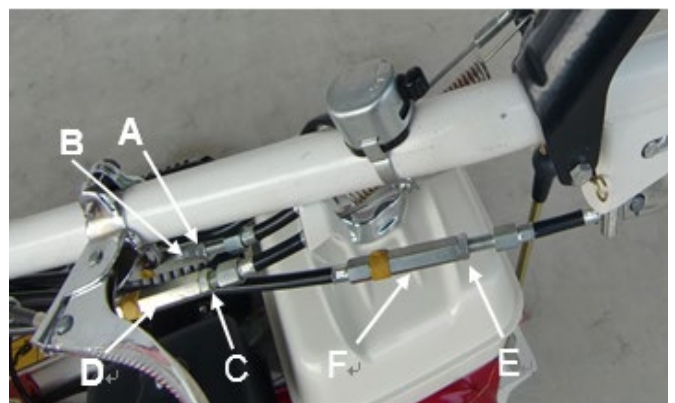

Figure 18
- Si la machine ne s'arrête pas lorsque le levier d'embrayage est relâché, réglez le câble de tension comme suit : dévissez la vis de blocage (A, Figure 18) et dévissez l'écrou (B, Figure 18). Essayez à nouveau la machine. Effectuez à nouveau le réglage si nécessaire. Une fois le réglage effectué, vissez la vis de blocage (A, Figure 18) sur l'écrou (B, Figure 18).
- Si la machine ne bouge pas lorsque vous activez le levier d'embrayage, réglez le câble de tension comme suit : dévissez la vis de blocage (C, Figure 18) et dévissez l'écrou (D, Figure 18). Essayez à nouveau la machine. Effectuez à nouveau le réglage si nécessaire. Une fois le réglage effectué, vissez la vis de blocage (C, Figure 18) sur l'écrou (D, Figure 18).